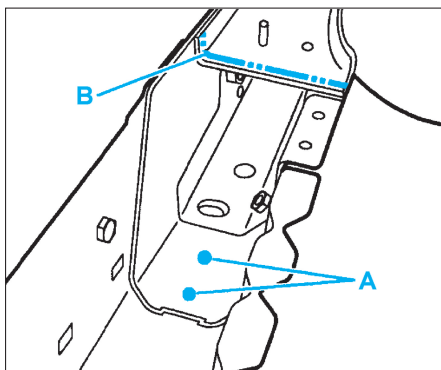

FIG. 14
- Souder par points électriques (suivant A) (avec l'équipement AB1) (Fig.14).